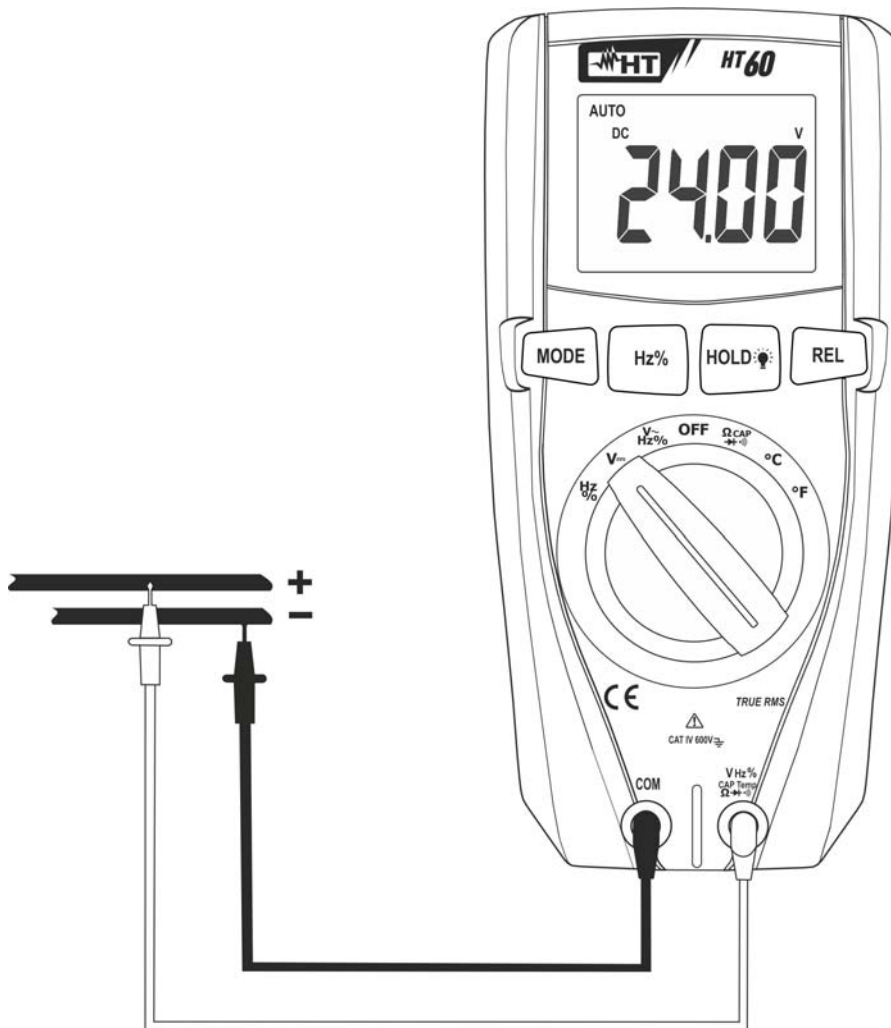

Fig. 2: Uso del instrumento para medida de Tensión CC
3. Posicione la punta roja y la punta negra respectivamente en los puntos a potencial positivo y negativo del circuito en examen (vea Fig. 2). El valor de la tensión se muestra en pantalla
5. La visualización del símbolo "-" en la pantalla del instrumento indica que la tensión tiene sentido opuesto respecto a la conexión de Fig. 2